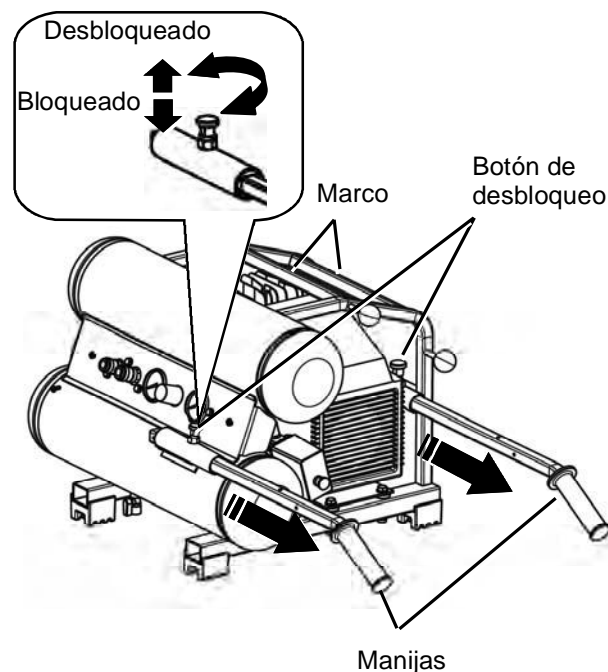

Fig.8
1. Mantenga una mano sobre un marco y deslice los dos asas y cierre con dos botones en el marco (Fig.8). Tire hacia arriba de dos asas, para mover el mando hacia la dirección para el cierre, y dos asas, se bloqueará. Si dos asas, no de bloqueo, gire el botón para cerrarla.